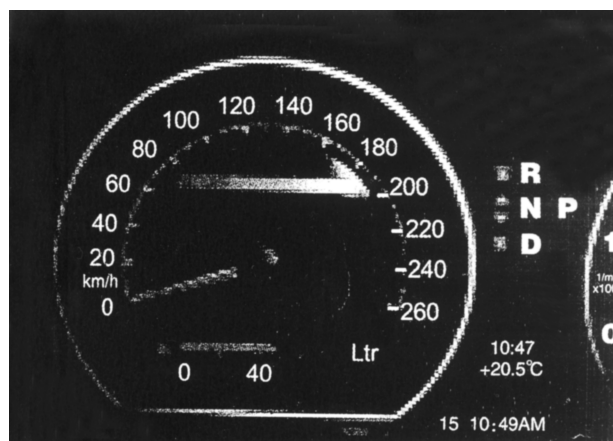

图 1-15 归零项目选择
5) 有图 1-15 出现, 请选择您要归零的项目, 若你要选择第 3 项, 请您短时间的按下左上方归零按钮, 直到显示坐标到了第 3 项。